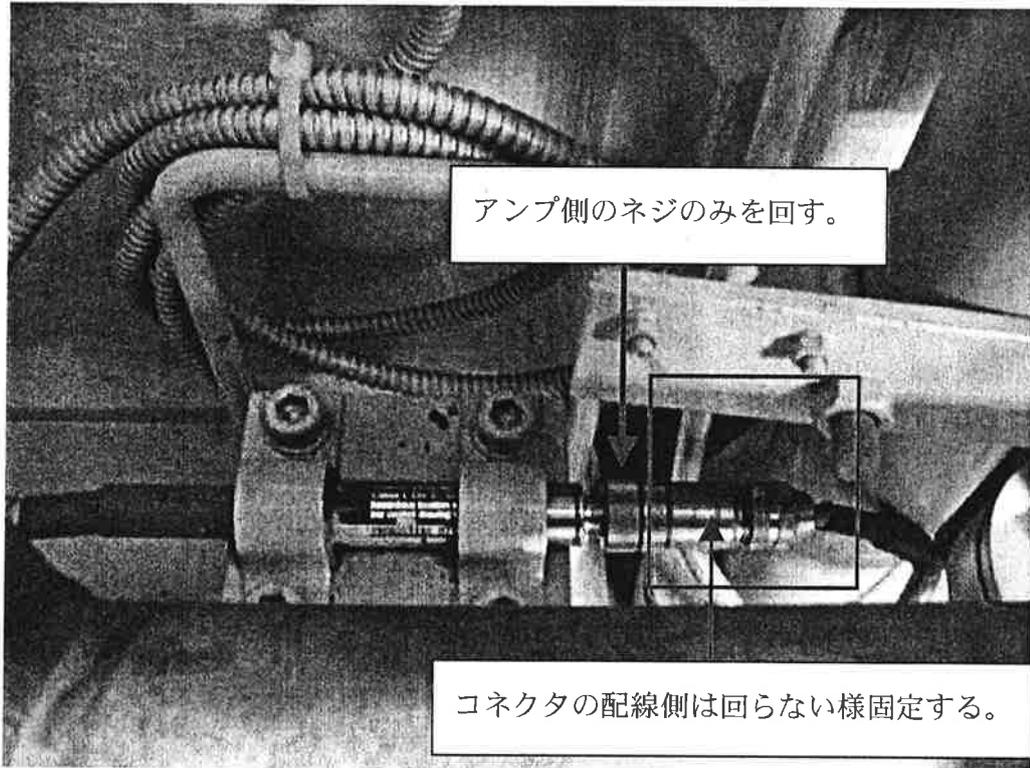

図2. 筒内圧センサアンプ部取付け・取外し要領
- (4) センサを取付ブロックから取外す。
- (5) ガasketを筒内圧センサ取付ブロックから取出す。尚、センサ取外しの際、センサに付いてきている場合もあります。
- (6) 新品のセンサにガasketを取付け、ガasket及びセンサのネジ部にスモコン塗布する。
- (7) センサを規定トルク：25Nmにて取付ブロックに取付ける。この際、配線を捻らない様にアンプ側配線も一緒に回す様十分注意する。
- (8) 新品センサのアンプにコネクタを接続する。この際、コネクタ本体を固定しコネクタのアンプ側ネジのみを回し取付け下さい。(図 2 参照)